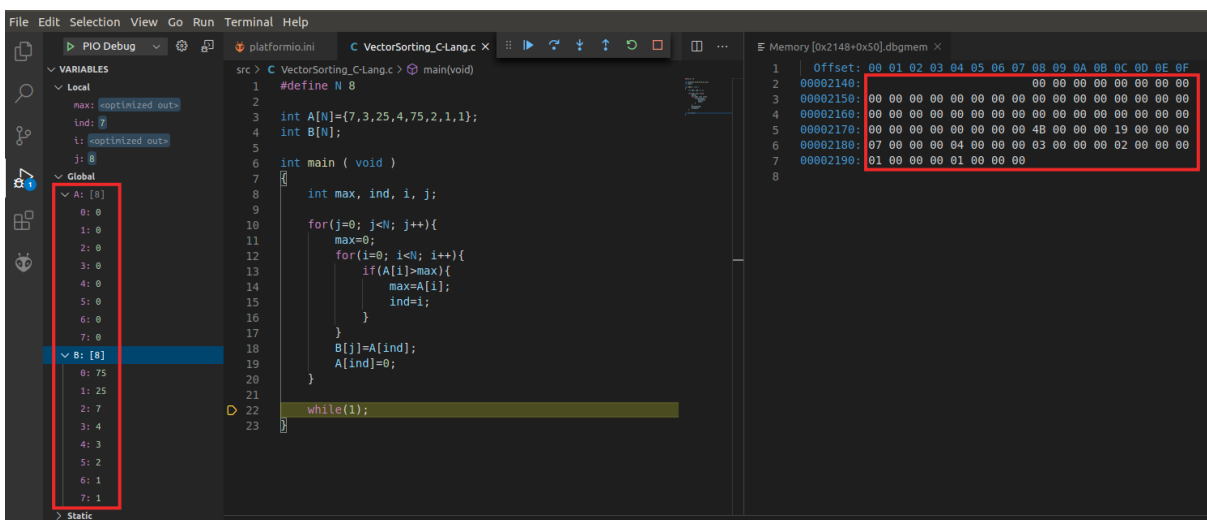

图76. 执行在程序结束时停止
5. 删除所有断点，继续执行，并在几秒钟后暂停执行 – 此时程序已完成执行。再次分析存储在数组A和数组B中的值。如图76所示，向量B保留原始向量A的值（从大到小排序），向量A全为零（在左侧的变量列表和右侧的存储器控制台中均可查看这一点）。